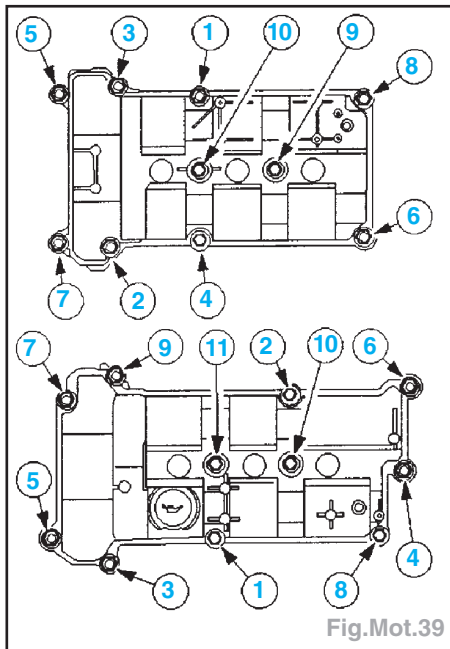

Fig.Mot.39
- Déposer les vis et les écrous de fixation de couvre-culasse dans l'ordre indiqué (Fig.Mot.39).